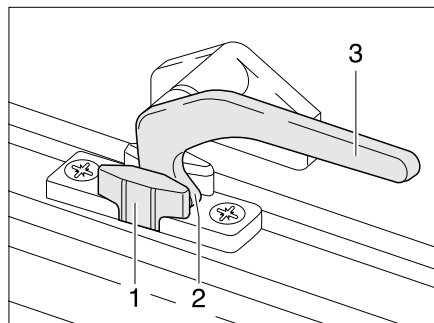

Bild 43 Verriegelungshebel in Stellung "Dauerbelüftung"
- in Stellung "Dauerbelüftung" (Bild 43)
- Den Verriegelungshebel (Bild 43,3) eine viertel Umdrehung zur Fenstermitte hin drehen.
- Den Verriegelungshebel eine viertel Umdrehung zum Fensterrahmen hin drehen. Die Verriegelungsnase (Bild 43,2) dabei in die Aussparung der Fensterverriegelung (Bild 43,1) einfahren.